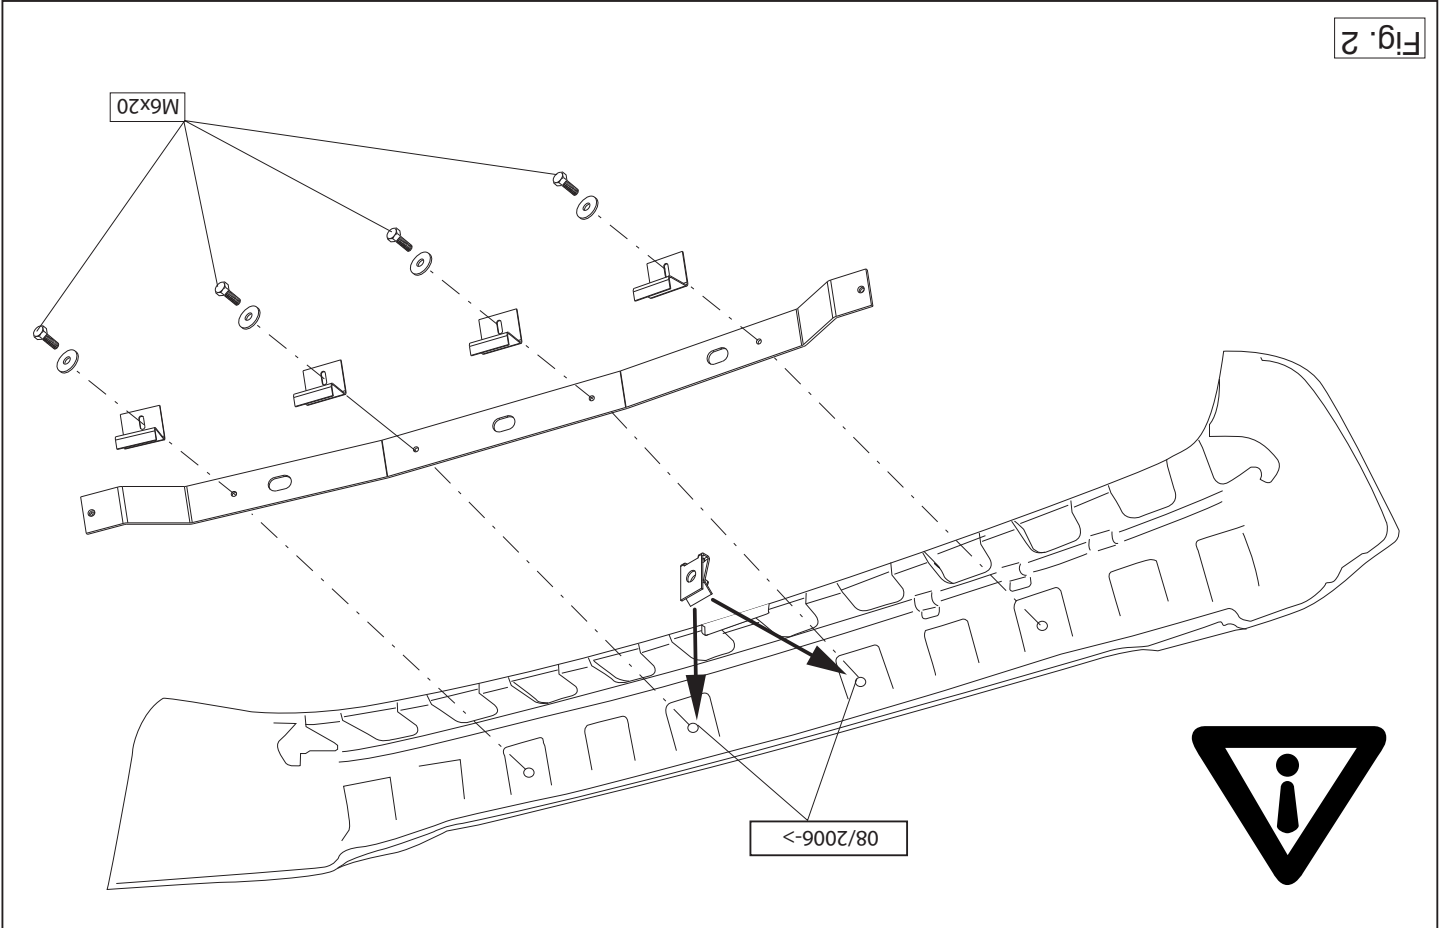

Fig. 2
7. Fit the supplied bumper inner fittings to the tow bar. (See fig. 2).
7. Befestigen Sie das mitgelieferte Stoßstangen-Innenteil in der Stoßstange. (Siehe Abb. 2).